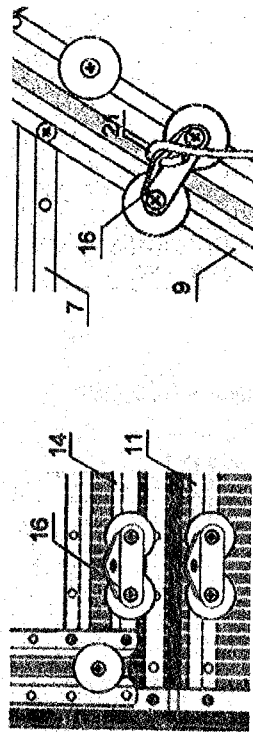

Рис. 19 Установка уголков и крючка фиксации двери и форточка.
- 7.1. На укосине торца № 9, сверху покрытия закрепите винтами м4x14 уголком № 16, подложив под уголок в местах крепления оцинкованные шайбы. В уголок установите крючок № 21 для фиксации двери и форточка в открытом состоянии (см. рис. 19).